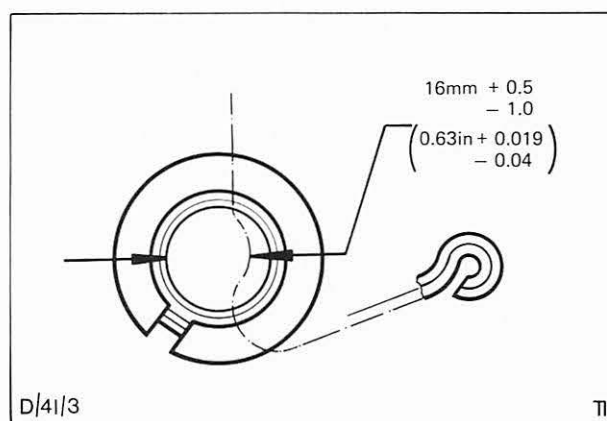

Abb. 15 Soll-einstellung der Schenkelfeder
2. Haubenzughülle wie erforderlich durch die Klemmschelle verschieben, bis das in Abb. 15 gezeigte Einstellmaß der Schenkelfeder erreicht wird, ggf. Halteklammern des Haubenzugs vom Stehblech lösen, um diesen Vorgang zu erleichtern.